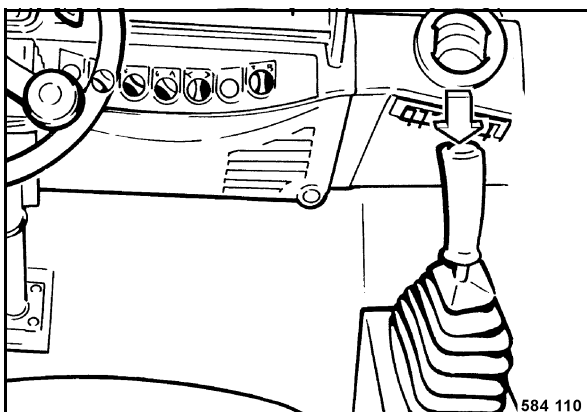

Fig. 108
- Conectar la vibración (Fig. 108).